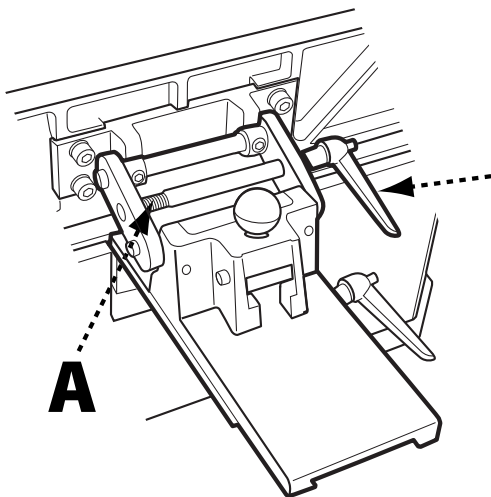

FIGURA 5
1. Pase el extremo roscado del seguro de ángulo del tope guía (A) por ambos orificios en el ensamble de montaje del tope guía y sujételo atornillándolo al ensamble. Vea la figura 5.
2. Instale el tope de ángulo de 45°/90° jalando el pasador cargado con resorte (B) y deslizando el